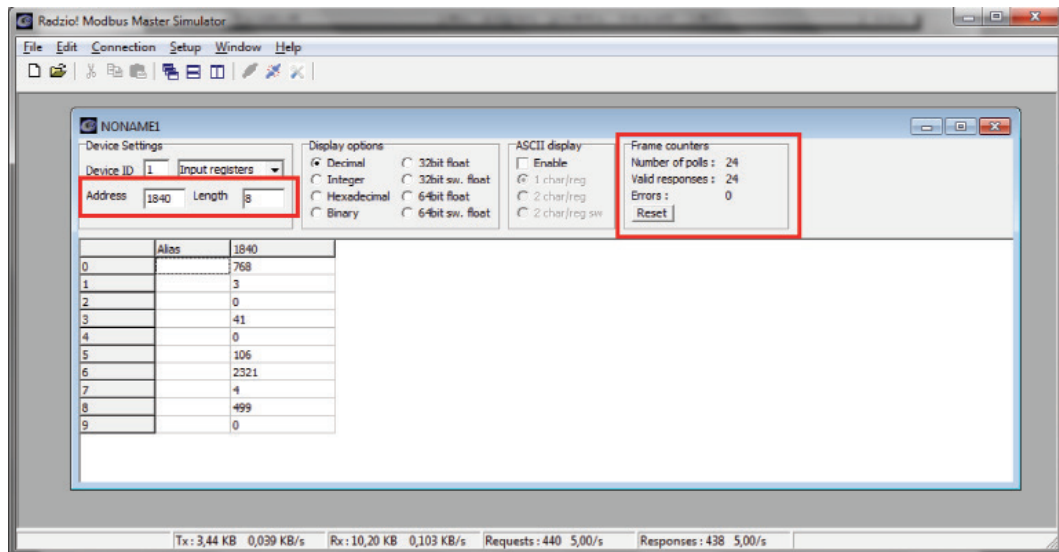

Abbildung 11: Modbus Beispiel
12. Greifen Sie auf die gewünschten Adressen auf dem Modbus-Blatt in Radzio (Abb. 11) zu, wie im Modbus-Dokument beschrieben (Abb. 12)
Wenn Sie nur Nullen oder schlechte Werte sehen, überprüfen Sie den Frame-Zähler (Abb. 11), um sicherzustellen, dass Sie „Gültige Antworten“ erhalten. Wenn nicht, sind die Einstellungen möglicherweise falsch.